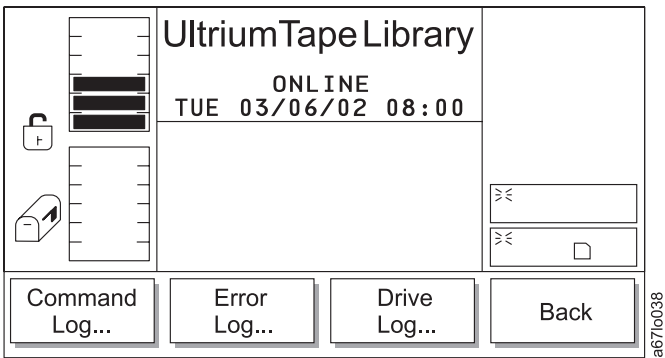

Abbildung 96. Protokolluntermenü
Tabelle 45. Übersetzung von Abb. 96, Protokolluntermenü
- Wird **Cancel** ausgewählt, erscheint das Protokolluntermenü (siehe Abb. 96 auf Seite 117).